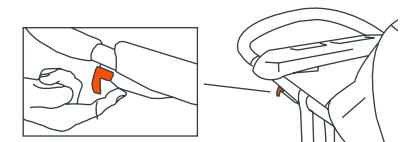
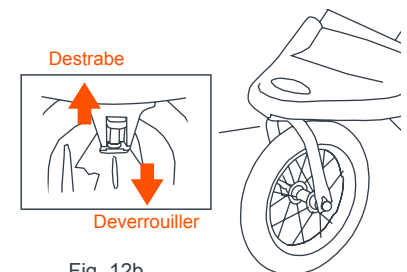

Fig. 12a
Fig. 12b
- 12) • La poussette est équipée d'un dispositif de blocage de la roue avant. Fig. 12A est un type de commande à distance du levier situé sous la poignée latéral droit. Tirer pour dégager la roue et pousser à engager le dispositif de verrouillage situé sous le repose-pied. Le blocage des roues avant de la Fig. 12B fonctionne dans un mouvement vertical de haut en bas, le verrouillage et le déverrouillage des roues.